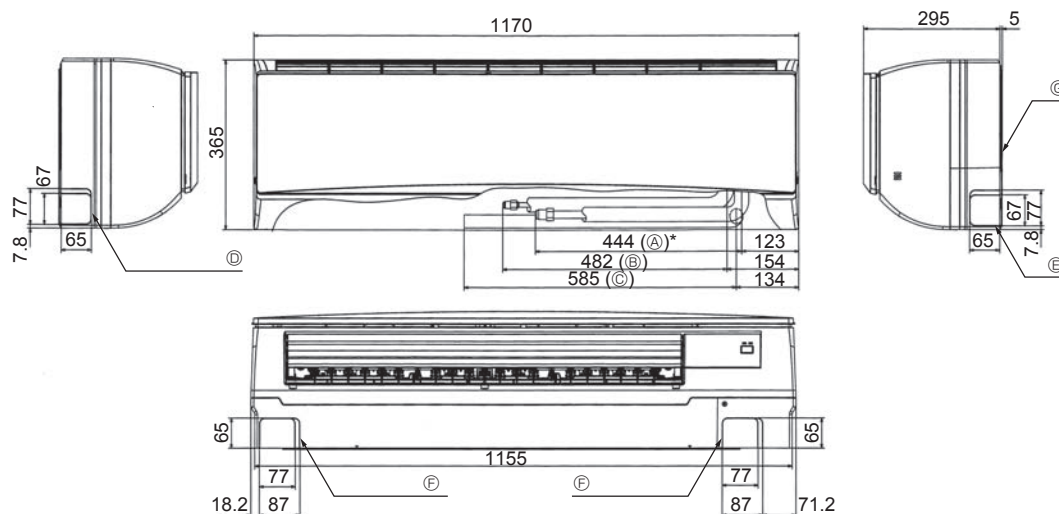
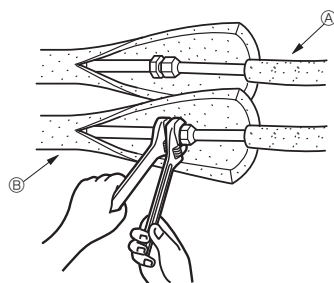

Fig. 4-2
Fig. 4-3
4.3. Colocación de los tubos del refrigerante y de drenaje (Fig. 4-2)
- (A) Tubo de gas * Indica el estado con los accesorios montados.
- (B) Tubo de líquido
- (C) Manguera de drenaje
- (D) Orificio ciego para las tuberías del lado izquierdo
- (E) Orificio ciego para las tuberías del lado derecho
- (F) Orificio ciego para las tuberías de la parte inferior
- (G) Placa de montaje ①
4.4. Trabajo de instalación de la tubería del refrigerante (Fig. 4-3)